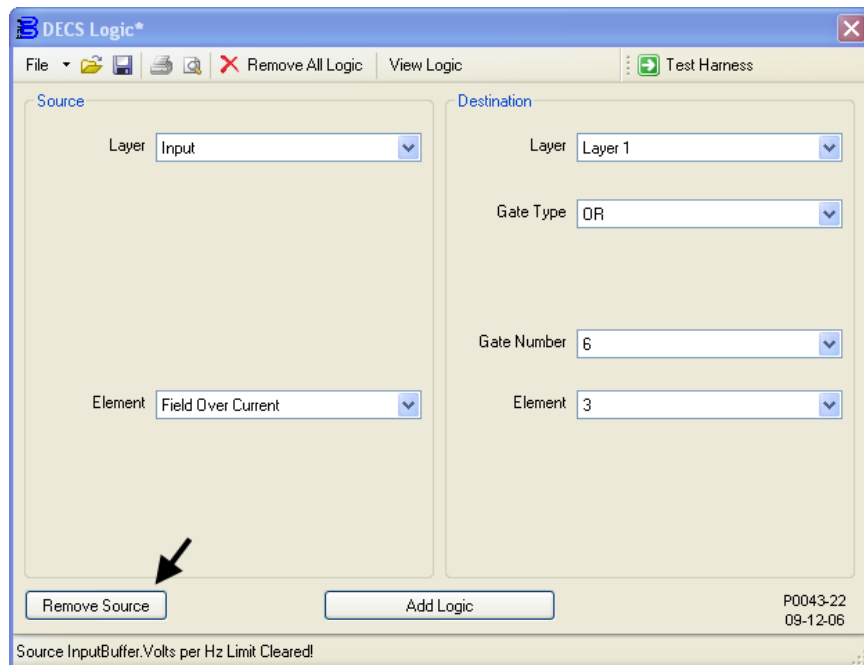

Figura 9-18. Eliminar Layer1 InputBuffer.Field Over Current ----> Or6.Input3
- La Figura 9-18 muestra los ajustes de la ventana DECS Logic (Lógica de DECS) asociados a este paso. Desconecte el búfer de entrada Field Overcurrent Active (Sobrecorriente de campo activa) de la entrada 3 de la OR Gate 6 (compuerta OR 6) en Layer 1 (capa 1) de la lógica. En la Tabla 9-2, esta asociación se identifica como "DESTINATION (DESTINO): Layer1 – InputBuffer.Field Over Current → Or6.Input3".